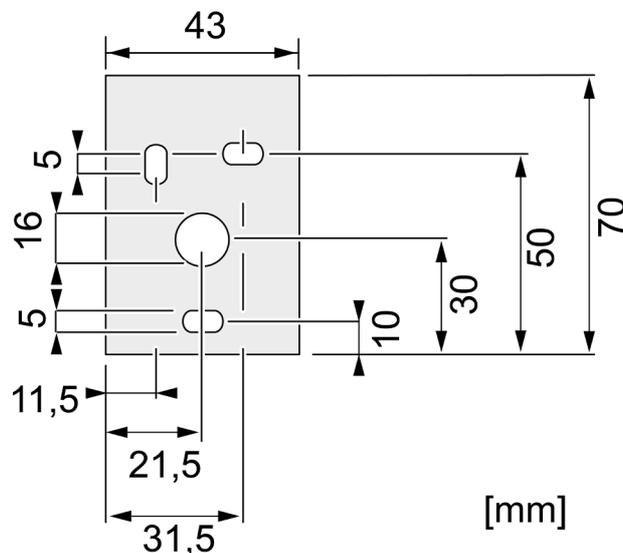

Abbildung 8: Befestigungsarm – Abmessungen der Bohrungen
- Wandmontage: Befestigen Sie den Montagearm mit geeigneten Schrauben durch die Bohrlöcher an der Wand (Abbildung 8).
- Befestigen Sie den Stecker an 7 Polen am Anschluss (7). Ziehen Sie den Gewinding auf ein Drehmoment von max. 0,5 Nm an.